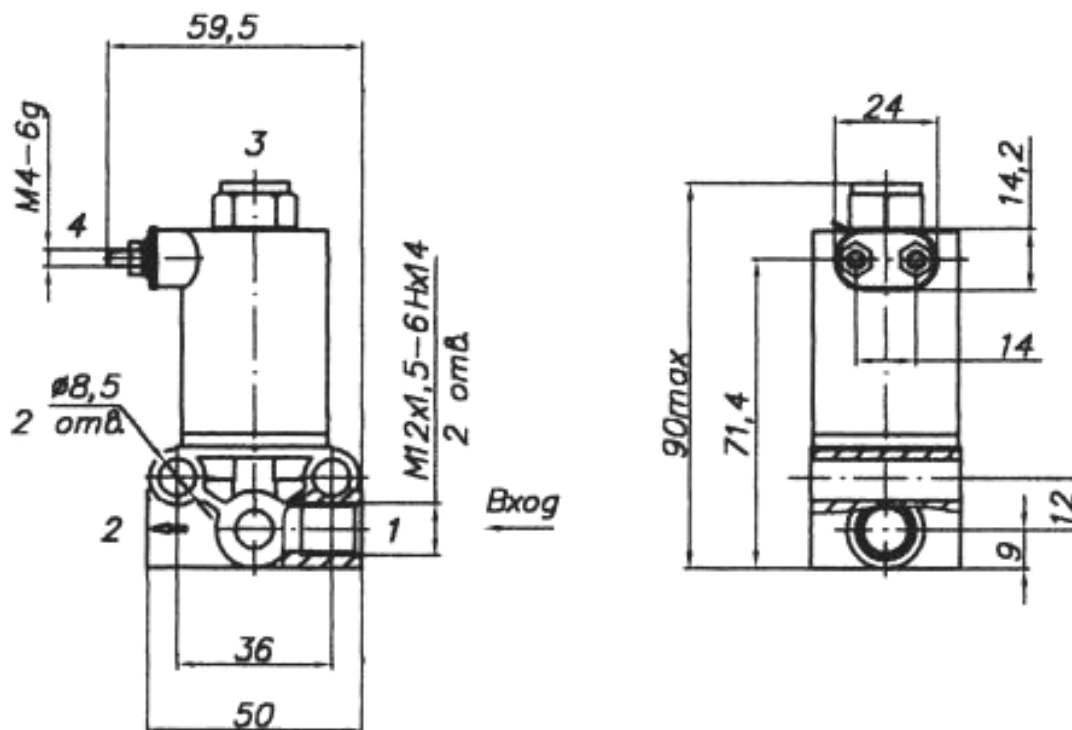

Рис. 66 Клапан электромагнитный
4. КЛАПАН ЭЛЕКТРОМАГНИТНЫЙ (рис. 66)